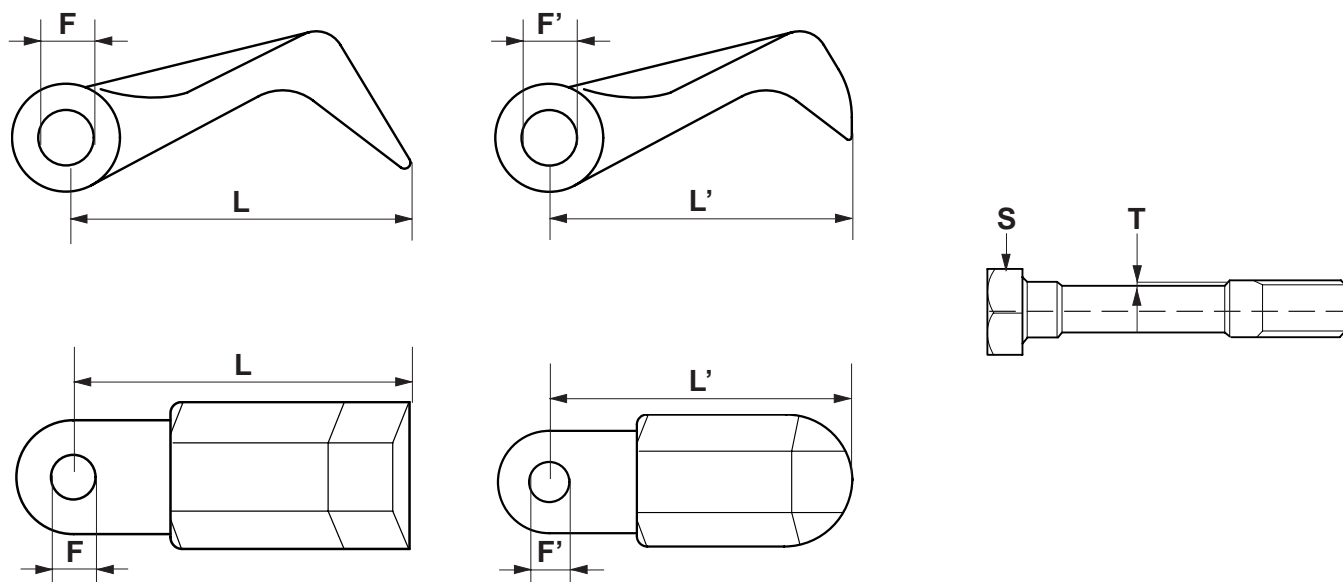

Fig. 20
- Le diamètre du trou de fixation «F» ne doit pas être ovalisé plus de 2 mm par rapport au diamètre d'origine (Fig. 20).
- La longueur «L» des couteaux ne peut pas être inférieure à 15 mm par rapport à la longueur d'origine (Fig. 20).
- L'usure «T» de l'axe dépasse 2 mm (Fig. 20).
- Der Durchmesser des Befestigungslöchs «F» darf im Bezug zum Originaldurchmesser keine Unrundheit über 2 mm aufweisen (Abb. 20).
- Die Länge «L» der Messer darf nicht weniger als 15 mm im Bezug zur Originallänge ausmachen (Abb. 20).
- Der Verschleiß «T» des Bolzens mehr als 2 mm ausmacht (Abb. 20).
- El diámetro del orificio de fijación «F» no se debe ovalar más de 2 mm, con respecto al diámetro original (Fig. 20).
- La longitud «L» de las cuchillas no puede disminuir más de 15 mm, con respecto a la longitud original (Fig. 20).
- El desgaste «T» del perno es mayor de 2 mm (Fig. 20).